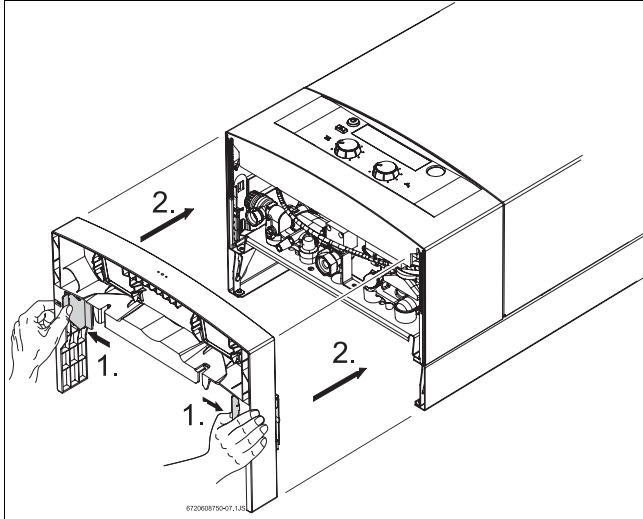

Fig. 15 Cajón
- Posicionar el cajón como en el Fig. 15.